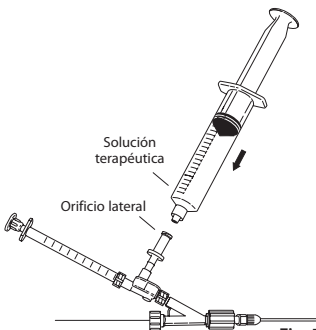

Fig. 7
9. Para iniciar el procedimiento de la administración de solución terapéutica deseada, retire la jeringa de 20 mL con solución salina heparinizada y deje un poco de solución en el acoplamiento del orificio lateral. Antes de conectar otra jeringa llena de fluido al orificio lateral, asegúrese de que se han purgado todas las burbujas de aire. Vuelva a conectar la jeringa con solución terapéutica. **(Fig. 7)**